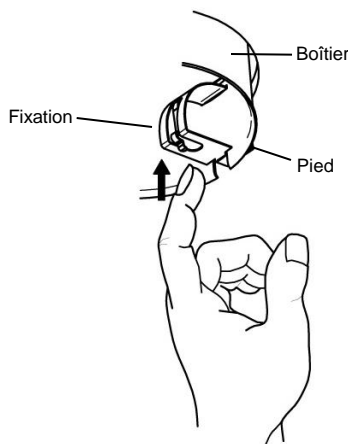

Fig. 5
2. Lorsque le pied de chacune des fixations touche le plafond, poussez les fixations à travers les encoches en « I » jusqu'à ce qu'elles s'enclenchent. (Fig. 5)